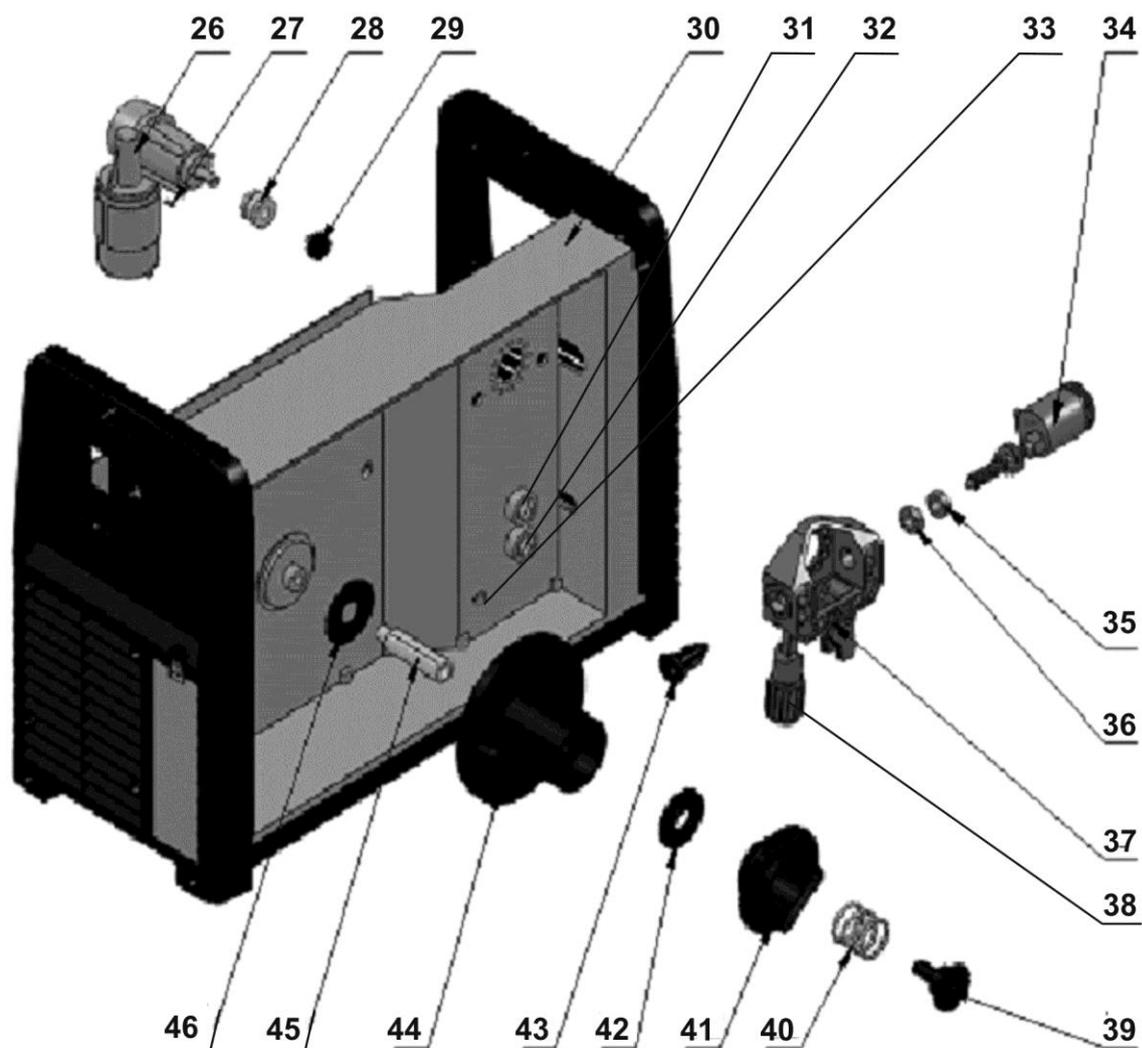

Fig. 4 – Mécanisme d'avance du fil et du support de bobine de fil
2. Ramenez le levier d'appui fig. 4, pos. 38 vers vous. Le galet d'appui s'ouvre vers le bas.
3. Dévissez la pièce de blocage en plastique pos. 29 et retirez le galet.
2. Enfilez la bobine avec le fil sur le support de bobine fig. 4, pos. 44 et bloquez-la à l'aide de l'écrou de blocage en plastique pos. 41.
3. Coupez l'extrémité du fil fixé au bord de la bobine et introduisez-le à travers le mandrin de rentrage pos. 43 par le galet et environ 5 cm à l'intérieur du connecteur du brûleur pos. 34. Contrôlez si le fil passe par la bonne gorge du galet.
4. Abaissez le galet d'appui et remettez le levier d'appui pos. 38 en position verticale.
6. Si nécessaire, réglez le frein de la bobine de fil de soudage à l'aide de l'écrou de serrage pos. 39, de façon à ce que la bobine s'arrête à temps en cas d'arrêt de l'avance et à éviter le relâchement excessif du fil.